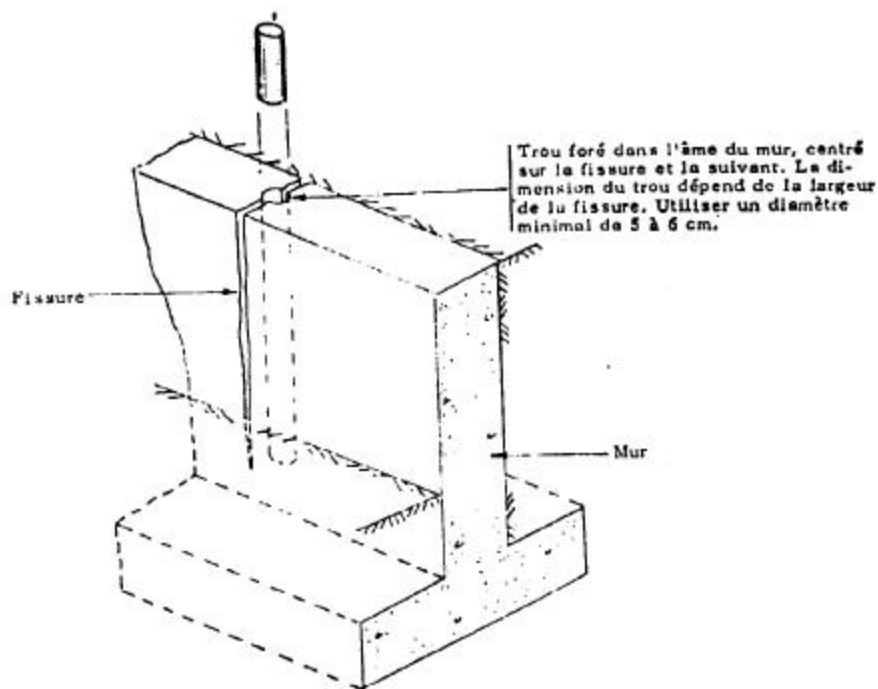

Fig 3.81 - Principe de la technique de forage et blocage.
- Cette technique consiste à **forer un trou dans le sens de la longueur** de la fissure et à introduire une **clé de béton ou de mortier** préfabriquée enduite de bitume (Fig 3.81).